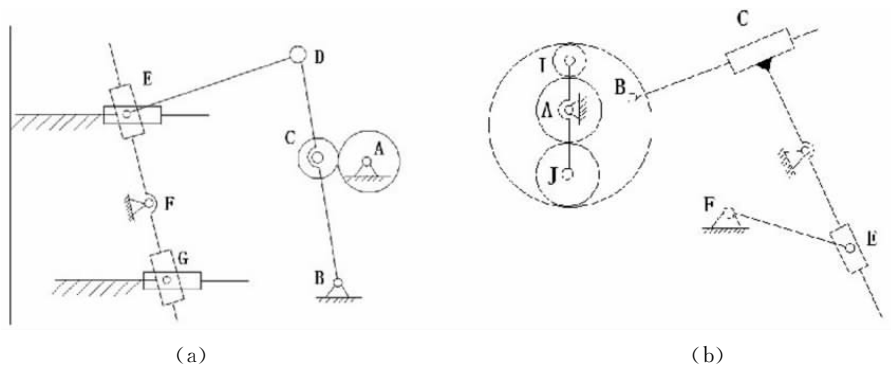

图 3-4
2. 计算如图 3-4 所示机构的自由度(若有复合铰链,局部自由度或虚约束应明确指出)。